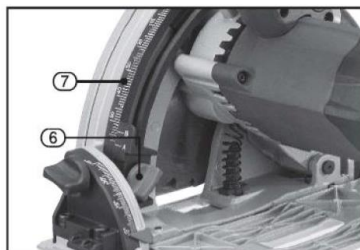

FIG.7
11.3 Regulacja głębokości cięcia (FIG. 7)
- Odkręcić pokrętkę regulacji głębokości cięcia (6) i ustawić żadaną głębokość za pomocą skali (7) i ponownie dokręcić pokrętkę.
- Znaczniki na skali wymiarowej wskazują głębokość z (A) i bez (B) szyny prowadzącej.